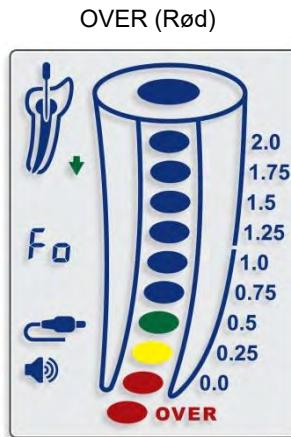

Fig. 11
**⚠ Den røde **OVER**-indikasjonen sammen med hyppige pipetoner, indikerer at filens tupp har skredet frem lenger enn åpningen i den periapiske regionen – «Åpning over-instrumentering» (Fig. 11).**